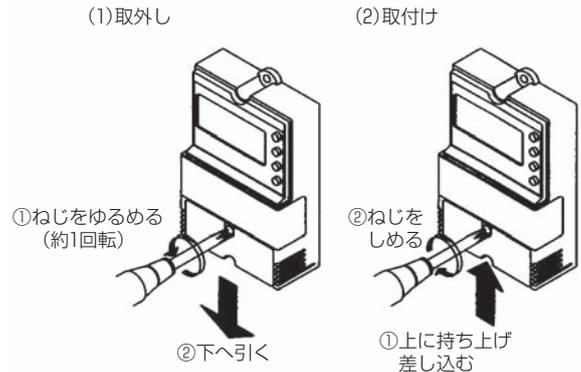
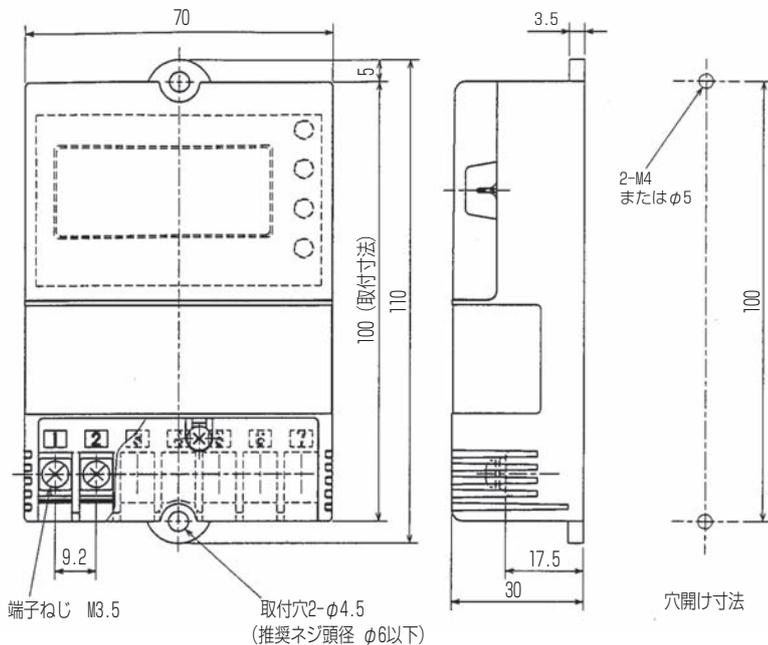

図 7 デイリータイマー (T1) 端子カバーの脱着方法
図 8 デイリータイマー (T1) 取付方法
- タイマーキット本体①に取付けられているデイリータイマー (T1) は、タイマーキット本体①から取外して遠隔設置も可能です。
- デイリータイマー (T1) のみ遠隔設置する場合にも、T1 取外し後のタイマーキット本体①は、ユニット内への組込が必須です。
- 上記 (b) の手順に従ってタイマーキット本体①をユニット内に取り付けた後に、タイマーキット本体①の TB2 ~ デイリータイマー (T1) 間の配線 (3 本) を取外してください。T1 の端子カバー脱着方法は図 7 を参照してください。
- タイマーキット本体①から T1 を取外した後、T1 の取付ネジ 2 本を元の位置に取り付けてください。
- デイリータイマー (T1) の取付方法は図 8 に従い、傾斜しないよう地面に垂直に取り付けてください。